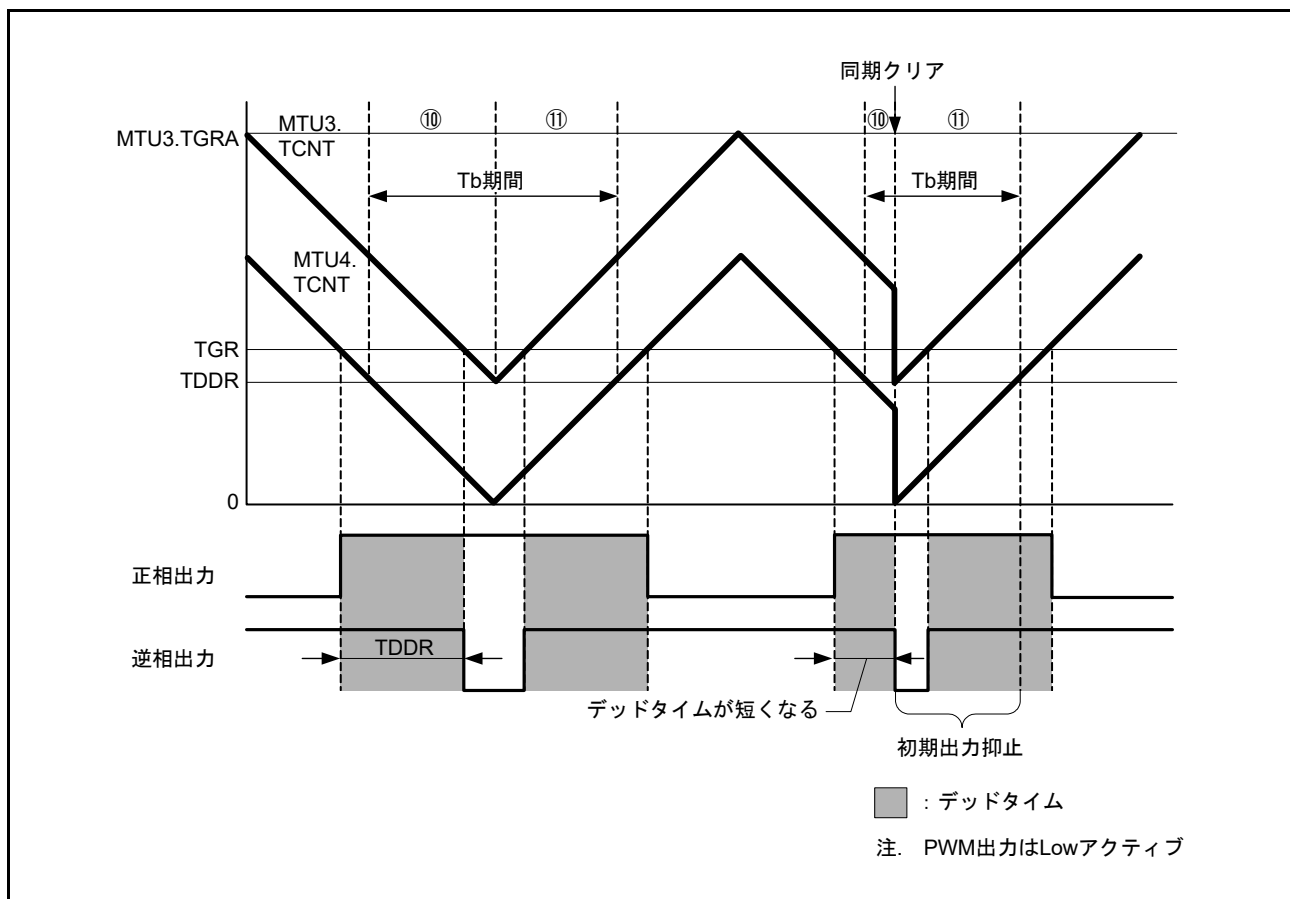

図 23.111 同期クリア例 (条件 1 の場合)
条件 1 : 初期出力の抑止期間^⑩にて、PWM 出力がデッドタイム期間中に同期クリアした場合 (図 23.111 参照)。